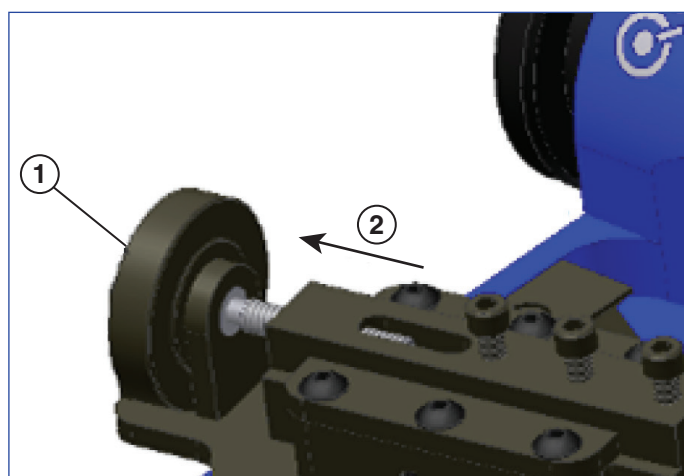

Figure 9
7. Tourner la vis de réglage de profondeur pour positionner le bloc outil en position rétractée (voir figure 9).